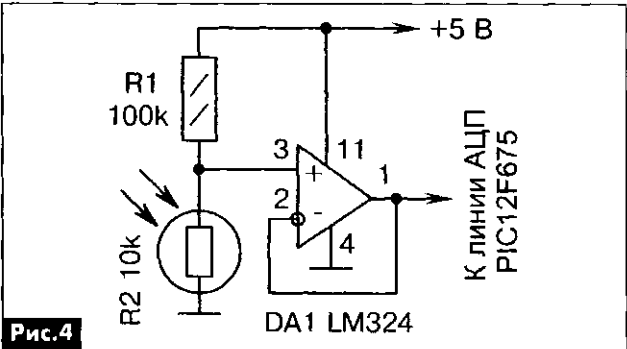

Рис.4
**Dennis Clark** («Servo») рекомендует использовать МК PIC12F675 и световой датчик (рис.4). С их